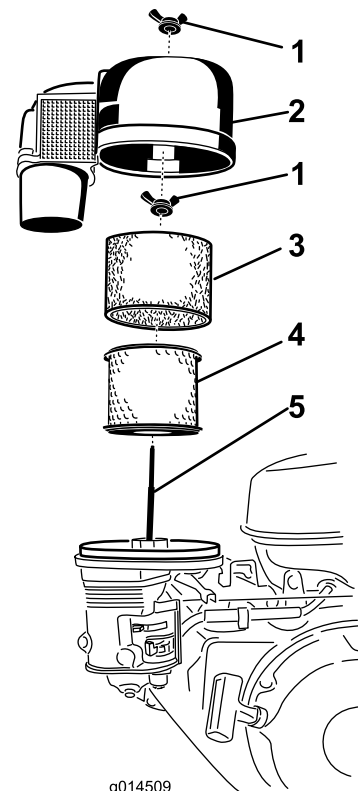

Figure 11
1. Retirez l'écrou à oreilles et sortez le filtre cyclone avec son capot (Figure 11).